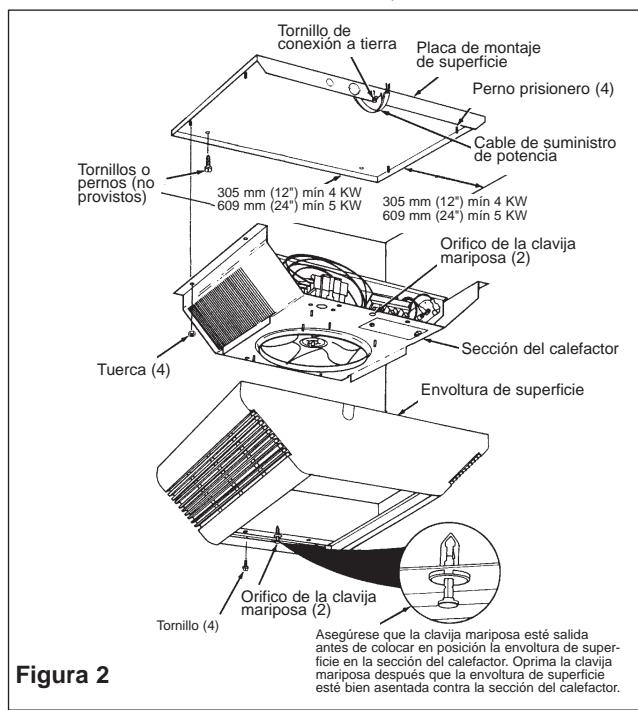

Figura 2
- Coloque en posición la placa de montaje de superficie contra el cieloraso y asegure con pernos o tornillos (Figura 2). Vea la Advertencia No. 9. Conectar el cable de conexión a tierra al tornillo verde de conexión a tierra en la placa superficial de montaje.
- Coloque la sección del calefactor sobre los pernos prisioneros sobre la placa de montaje de superficie (Figura 2).
- Empuje la sección del calefactor sobre los pernos prisioneros y ajuste bien las cuatro tuercas (provistas) sobre los pernos prisioneros para asegurar la sección del calefactor a la placa de montaje de superficie (Figura 2).
- NOTA:** Asegúrese que la "clavija mariposa" en cada extremo de la abertura de la rejilla de descarga está salida para permitir que el cuerpo de las clavijas mariposa se adapten a los orificios en la sección del calefactor. (Figura 2).
- Instale y ajuste bien los cuatro tornillos (provistos) para asegurar la envoltura de superficie a la sección del calefactor (Figura 2).